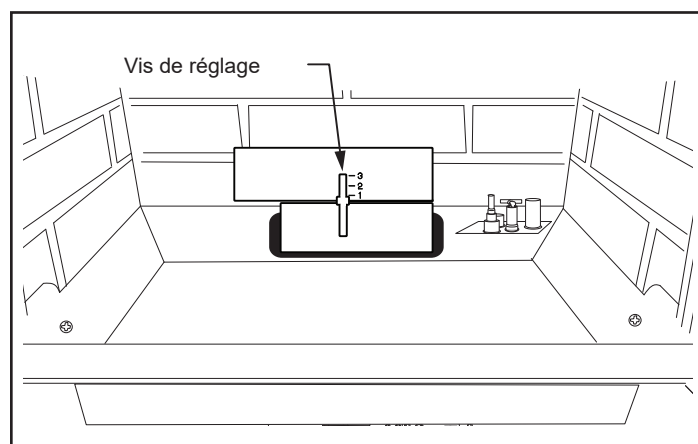

Figure 2.9 - Dévisser la vis pour ajuster la plaque de restriction.
Des ajustements peuvent être effectués en desserrant la vis de réglage pour permettre à la plaque de restriction de glisser vers le haut ou vers le bas, Figure 2.9. Un guide d'utilisation est illustré à la Figure 2.10.
- Ajustez la plaque (Figure 2.9) à l'emplacement conformément aux directives de la Figure 2.10.